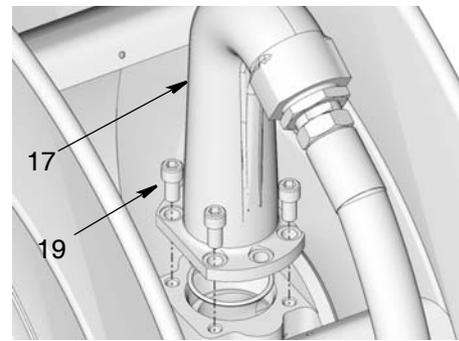

FIG. 36
6. Vuelva a instalar la salida (17) en la bobina. Vuelva a colocar los pernos y apriételos firmemente (19). Apriete los pernos a 32,54 a 40,67 N.m (24 a 30 pulg.-lb) (FIG. 36).